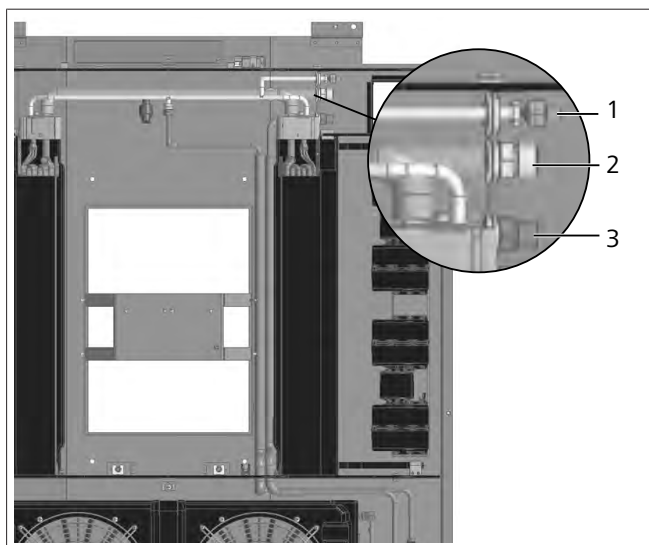

Abb. 19 Frontbox-Kit anschließen
1. Hochdruck-Kältemittelschlauch durch die Öffnung des Klimaanlagerahmens verlegen. Siehe Abb. 19.